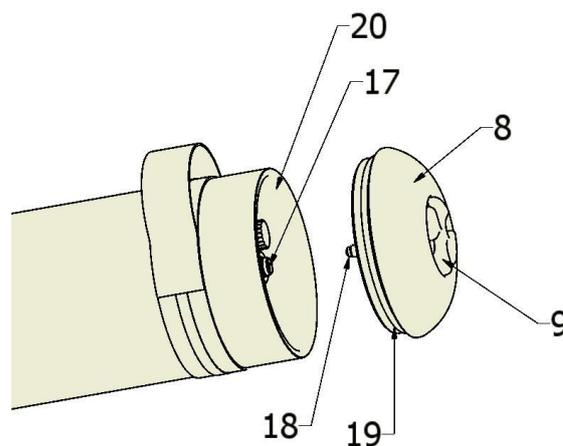

Figura 6
NOTA IMPORTANTE: nella figura 6 è rappresentato l'adv in assetto per acqua salata, ovvero l'anello rosso (12) fig. 2 è posizionato sopra la batteria e la zavorra (23) è posizionata sotto la batteria; quando di utilizza l'ADV in acqua dolce, la zavorra (23) va tolta dall'ADV e l'anello rosso (12) va posizionato sotto la batteria, ovvero al posto della zavorra per acqua salata (23).